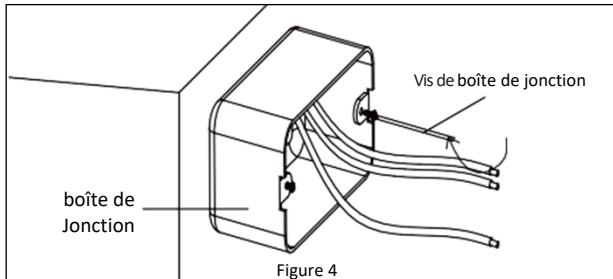

Figure 4
1. Ajustez les 2 vis de la boîte de jonction pour sortir environ 6,35 mm pour monter la base du luminaire dans les étapes ultérieures. **Reportez-vous à la Figure 4.**